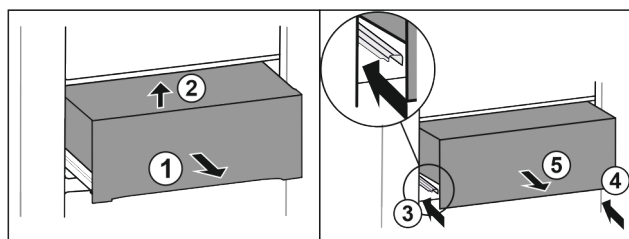

Fig. 30*
- ▶ Zásuvku napůl vytáhněte Fig. 30 (1).*
- ▶ Vpředu nadzvedněte Fig. 30 (2).*
- ▶ Zasuňte levou kolejničku Fig. 30 (3).*
- ▶ Zasuňte pravou kolejničku Fig. 30 (4).*
- ▶ Zásuvku odeberte směrem dopředu Fig. 30 (5).*